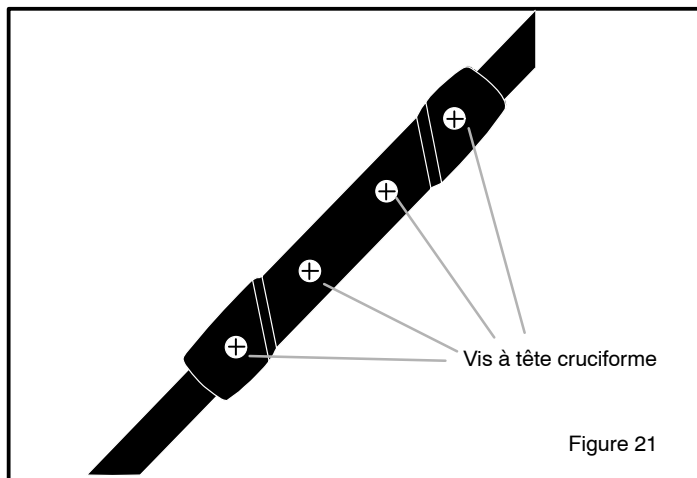

Figure 21
7. Attacher les poignées centrales sur le manche à l'aide des quatre vis à tête cruciformes No. 8 X 3/4 incluses. Figure 21